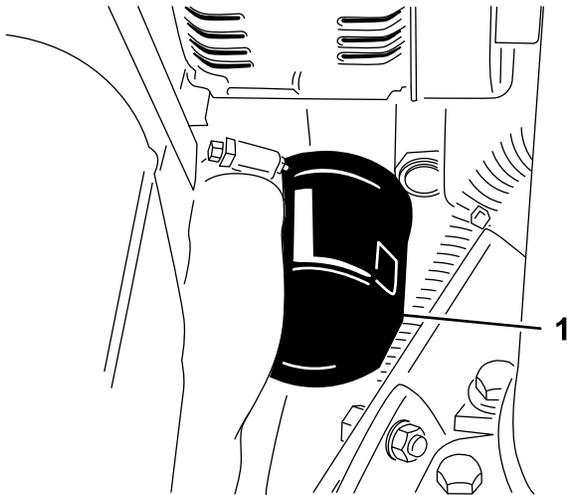

Bild 46
2. Entfernen Sie den Ölfilter (Bild 46). Ölen Sie die neue Dichtung am Ölfilter leicht mit frischem Öl ein, bevor Sie den Filter eindrehen. **Ziehen Sie nicht zu fest.**